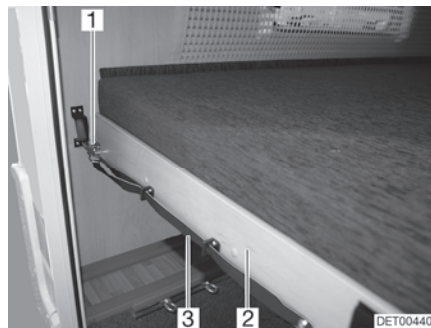

Fig. 77 Lit superposé (arrière)
Transformer le lit superposé en garage arrière : ■ Tirer sur la boucle (Fig. 77,3) et désenclencher le verrou (Fig. 77,1).
■ Tirer le sommier à lattes (Fig. 77,2) avec le matelas vers l'avant jusqu'à ce qu'il s'enclenche.